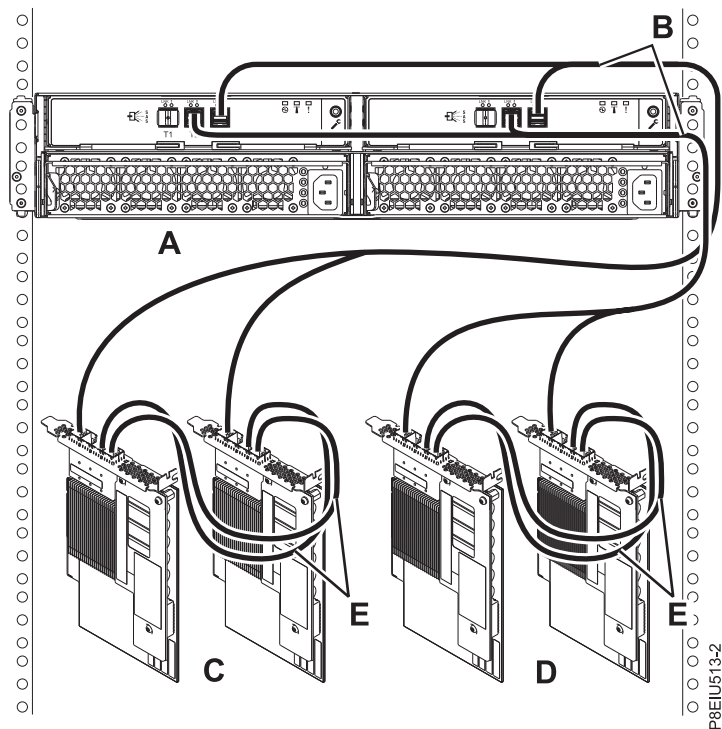

Рисунок 19. Подключение ESLS с помощью кабелей X12 к двум парам адаптеров SAS FC EJ0L или FC EJ14, соединенных кабелями AA (режим 2)
19. Подключите один корпус (A) с помощью кабелей X12 (B) к двум парам адаптеров SAS FC EJ0L или FC EJ14 (C, D), соединенных кабелями AA (E), в режиме 1 (см. рис. 19 на стр. 22) и перейдите к разделу “Подключение кабелей данных, кабелей питания и установка крышек” на стр. 24.